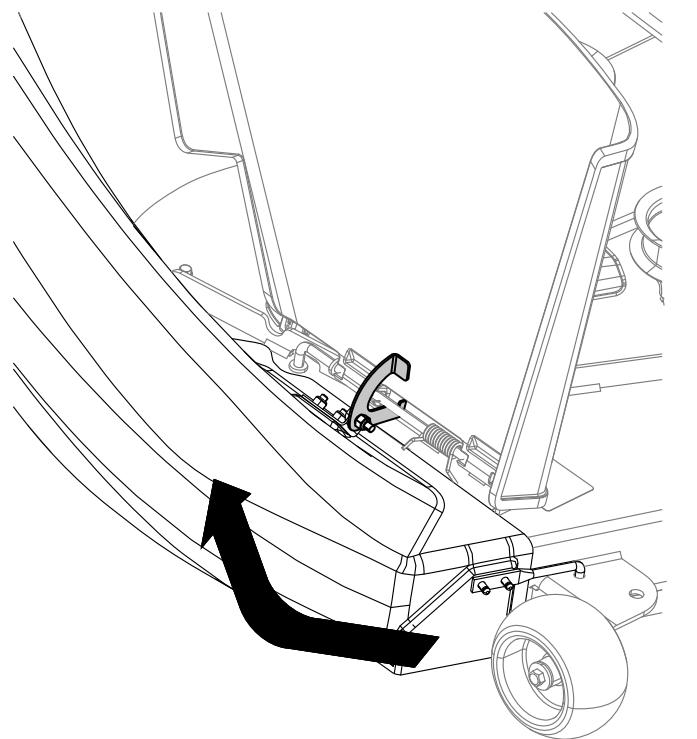

図 22
6. シート上部で、フック形ラッチをデフレクターセンブリのピボットロッドに引っ掛け、ロッドを刈り込みデッキの穴に取り付ける図 22。